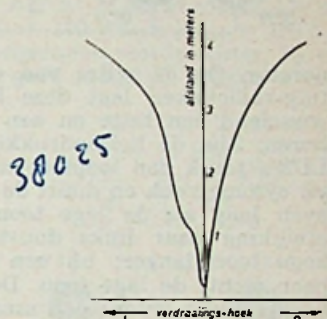

Fig. 1b
E.e.a. is grafisch uitgezet in fig. 1b. De asymmetrie is het gevolg van de ongelijke verloopende gevoeligheids-karakteristieken van de LDR's.